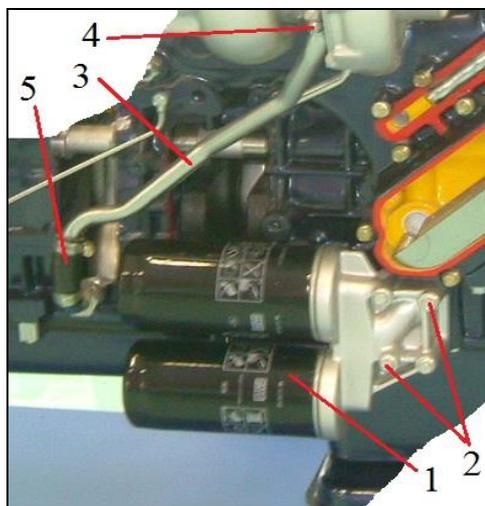

Рис. 4 Снятие масляных фильтров
2.3. Снятие блока масляных фильтров и трубки отвода масла от турбокомпрессора (см. рис. 4)